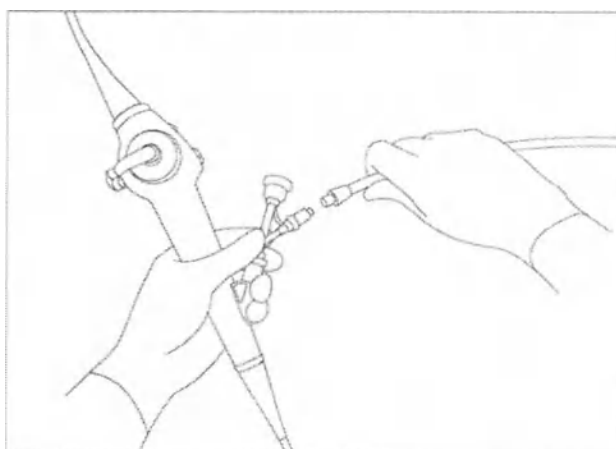

Рис. 3.8
3. Подсоедините ирригационную трубку от ирригационной системы к ирригационному порту на коннекторе для ирригации (как показано на рис. 3.8).